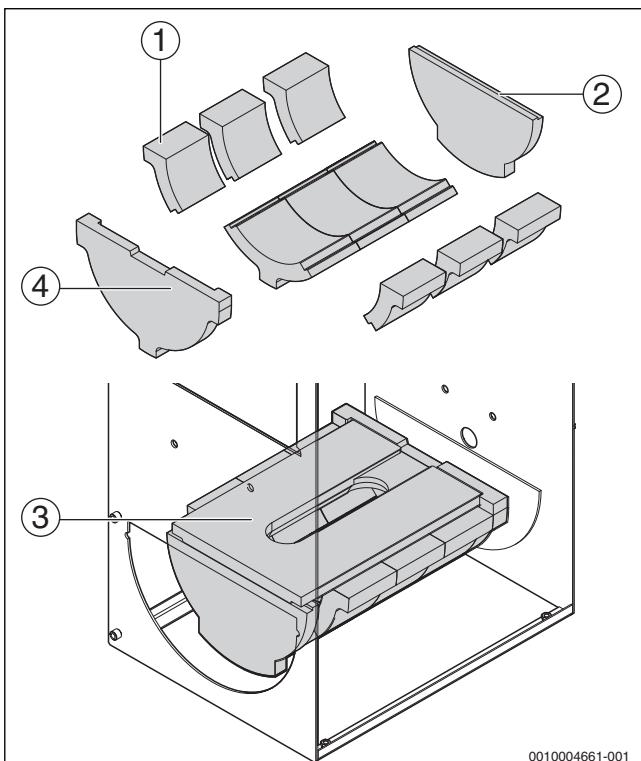
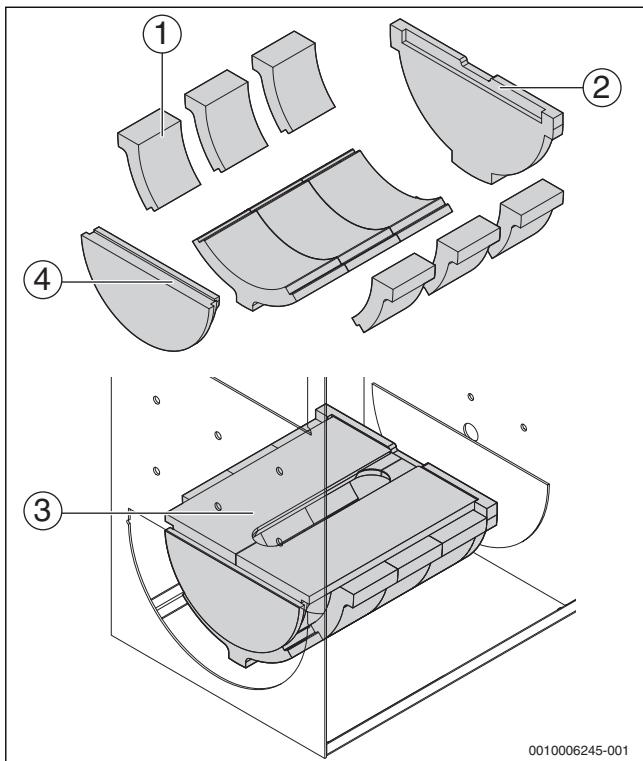
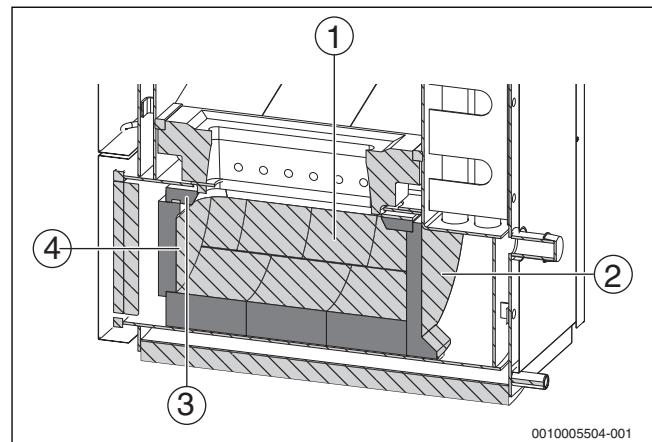
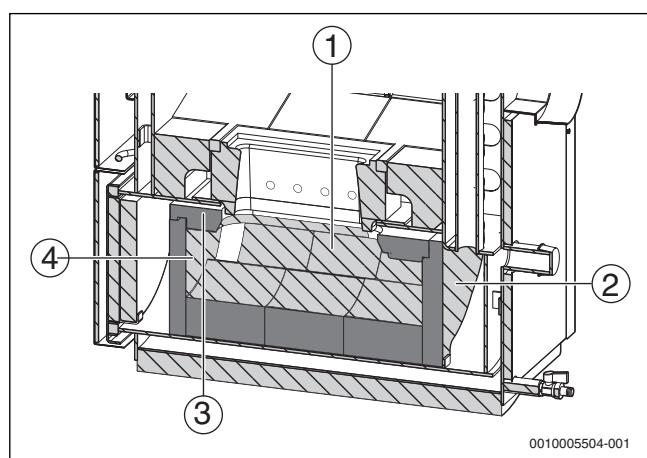

Fig. 37 Poziția plăcilor de șamotă în camera de ardere, 22 și 30 kW
Fig. 38 Poziția plăcilor de șamotă în camera de ardere, 40 și 50 kW
Fig. 40 Plăci de șamotă montate, 40 și 50 kW
Fig. 39 Plăci de șamotă montate, 22 și 30 kW
- ▶ Reașezați plăcile de șamotă la locul lor (→ Fig. 38, pagina 34).
**Legenda la Fig. 37, Fig. 38, Fig. 39 și Fig. 40:**